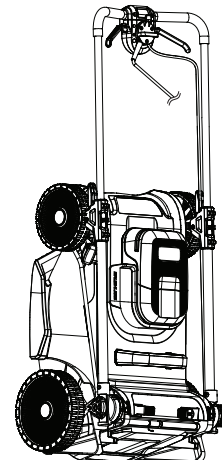

Fig. 22
- Guarde el cortacésped en horizontal o en vertical (Fig. 22).